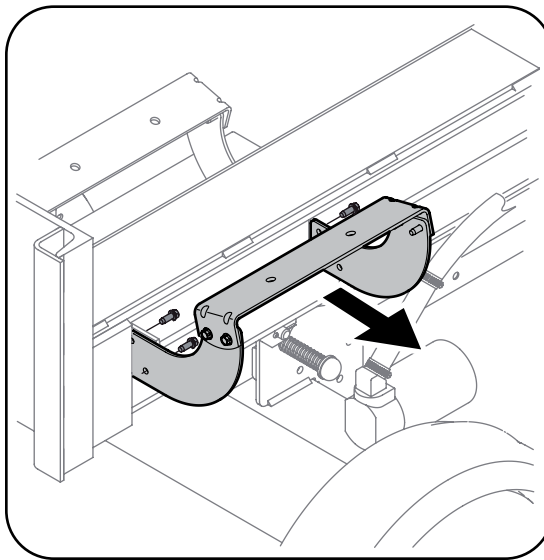

Figura 3-5
3. Desconecte el bastidor de troncos de la vigueta al costado de la válvula de control. Vea la Figura 3-5.